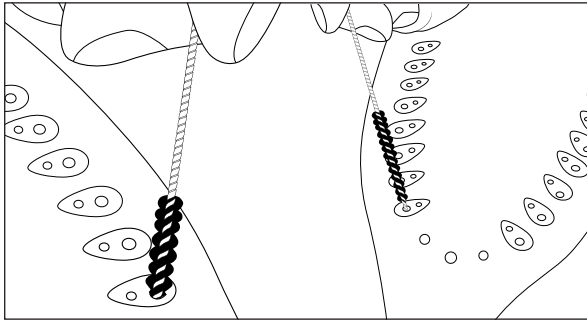

Fig. 13
- 2) Utilizați peria de curățare furnizată **11** pentru a îndepărta depunerile de calcar din orificiile tălpii fierului de călcat **8** (a se vedea fig. 13).